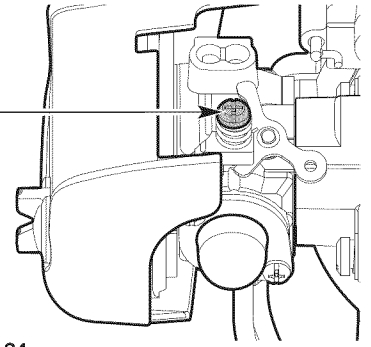

Fig. 24
- Si el motor se para, aumente la velocidad de ralentí. Use un destornillador Phillips pequeño para girar el tornillo de velocidad de ralentí en el sentido de las agujas del reloj, 1/8 de giro cada vez hasta que el motor funciona al ralentí de manera uniforme (Fig. 24).
- Si el cabezal de corte gira cuando el motor funciona al ralentí, reduzca la velocidad de ralentí. Gire el tornillo de velocidad de ralentí en el sentido contrario de las agujas del reloj, 1/8 de giro cada vez, hasta que se detenga el cabezal de corte (Fig. 24).